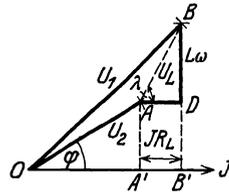

Abb. 283. Zur Berechnung von induktiven Leitungen mit induktiver Belastung.
1. Berechnung auf Spannungsverlust. Ist der induktive Widerstand ($L\omega$) der Leitung nicht zu vernachlässigen, so gilt folgendes: Es seien U_1 und U_2 die Spannungen zwischen zwei Leitungen am Anfang und Ende derselben, J der Strom, der gegen die Spannung U_2 um den gegebenen φ zurückbleibt, R_L der Echtwiderstand, $L\omega$ der Blindwiderstand der Leitung, so entsteht in ihrem Scheinwiderstand $\sqrt{R_L^2 + (L\omega)^2}$ ein Spannungsverlust $U_L = J\sqrt{R_L^2 + (L\omega)^2}$, der gegen den Strom um den λ verschoben ist. U_2 und U_L geben geometrisch addiert U_1 (Abb. 283). Durch Rechnung findet man aus dem rechtwinkligen $\sphericalangle OBB'$